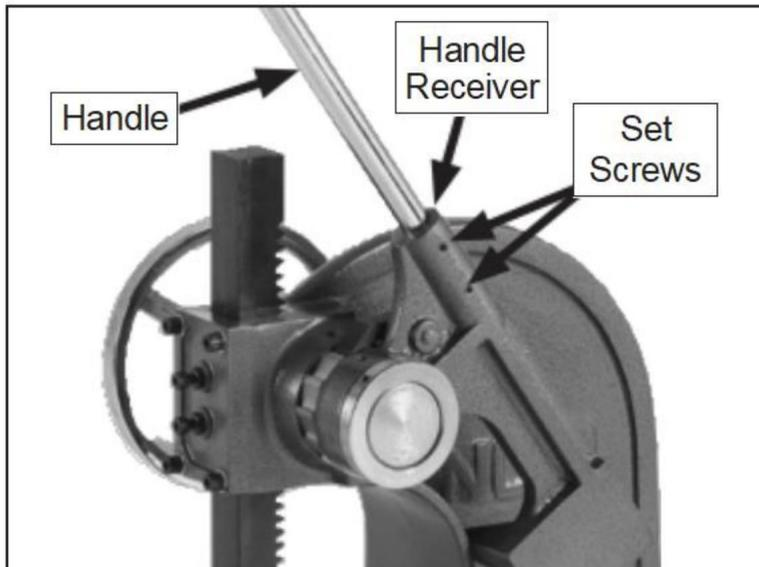

Figure 7. Handle inserted into receiver.
2. Włóż uchwyt do gniazda uchwyty (patrz rysunek 7) i dokręć oba zestawy śruby.